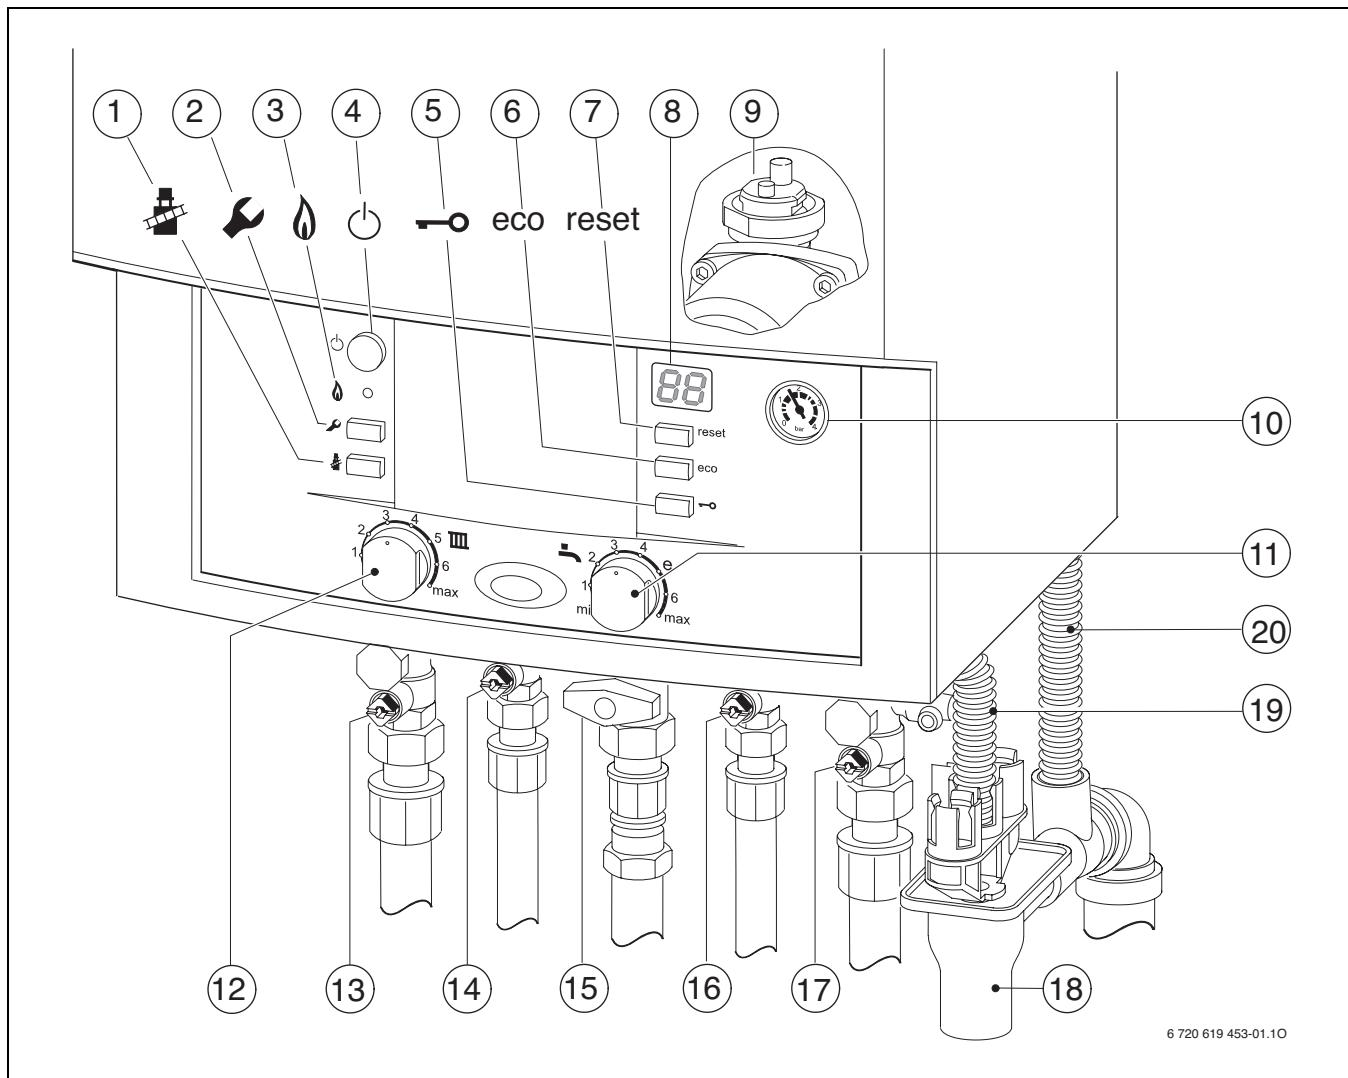

Fig. 42 ZWBR...
- ▶ Deschideți robinetul de încălzire pe tur și pe return (13 și 17, Fig. 42) și umpleți instalația de încălzire la 1 - 2 bari și închideți robinetul de umplere.
- ▶ Deschideți robinetul de gaz (15).